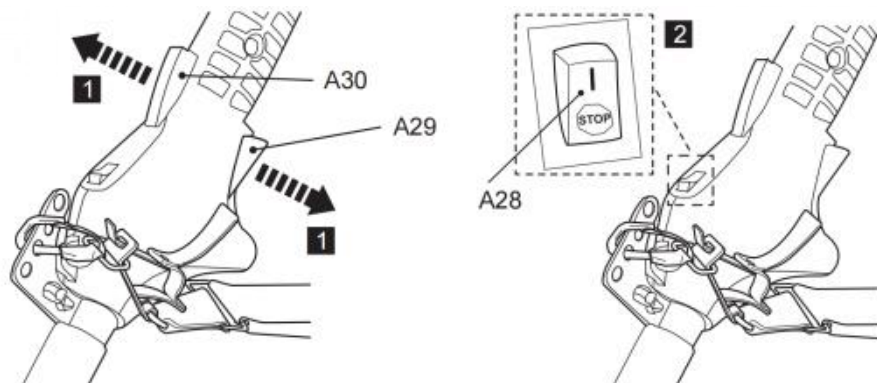

Fig. 42
2. Portare l'interruttore di accensione (A28) in posizione "STOP" (Fig. 42).